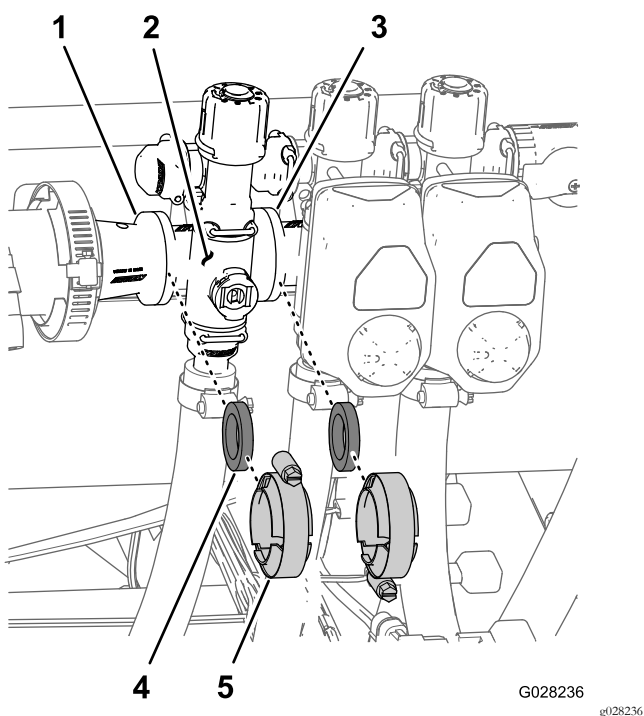

图114
1. 拆下将喷洒臂段阀歧管图114固定至相邻喷洒臂段阀如左喷洒臂段阀和异径管连接头的夹具和垫片。